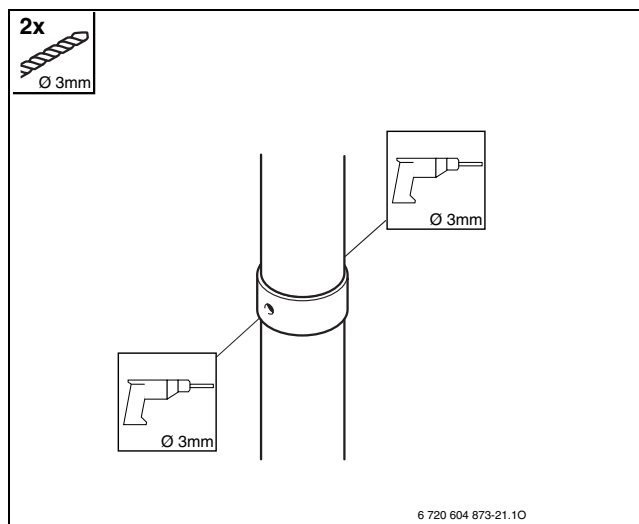

Fig. 3
- ▶ Se realizează două găuri de 3 mm în conducta de aer necesar arderii. Adâncimea maximă de găurire 8 mm. Este esențial ca să nu fie deteriorată conducta de evacuare a gazelor arse! (Fig. 3).